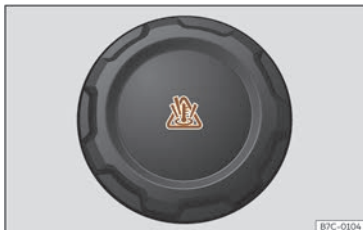

Fig. 224 Vano delantero: tapón del depósito de expansión del líquido refrigerante.
- El depósito de expansión del líquido refrigerante del motor se reconoce por el símbolo que hay sobre la tapa ⚠ >>> **fig. 224**